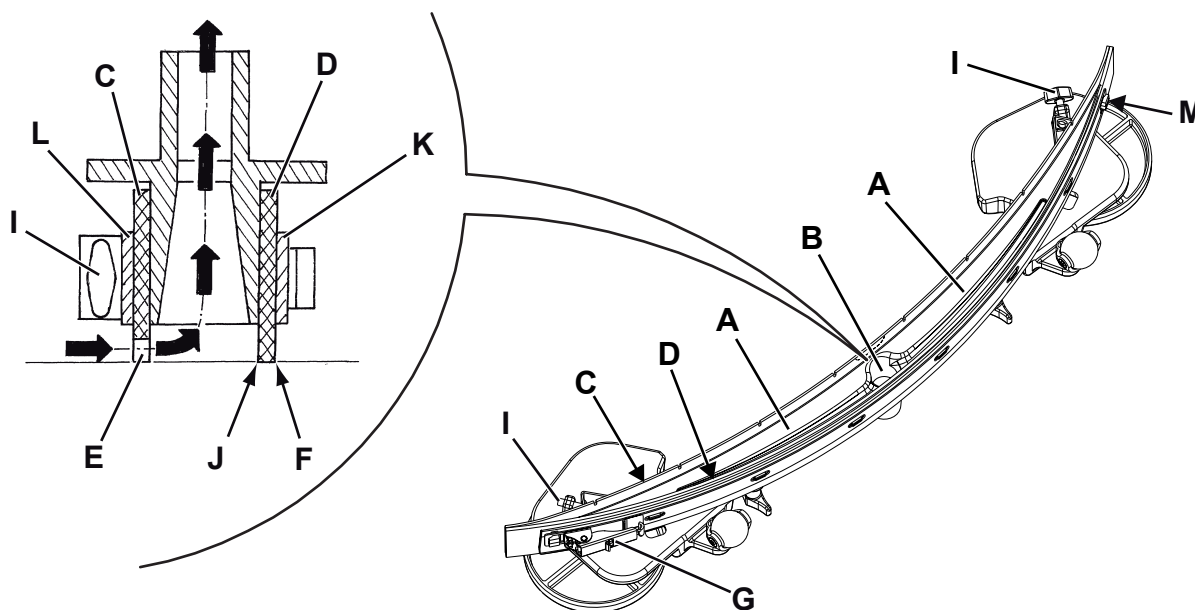

Рис. 6
2. Вставьте ключ зажигания (58) и поверните его в положение «I».
3. Опустите швабру (30), нажав на кнопку (63).
4. Поверните ключ зажигания (58) в положение «0».
5. Отсоедините вакуумный шланг (31) от швабры.
6. Ослабьте маховики (34) и снимите швабру (30).
7. Вымойте и очистите швабру. В частности, очистите отсеки (А, Рис. 6) и отверстие (В). Проверьте целостность переднего (С) и заднего (D) скребков, убедитесь в отсутствии на них разрезов и разрывов; в противном случае замените их.
1. Очистите швабру (рис. 6) как описано в предыдущем абзаце.
2. Убедитесь, что кромка (Е) переднего скребка (С) и кромка (F) заднего скребка (D) установлены на одном и том же уровне по всей длине; в противном случае отрегулируйте их высоту следующим образом:
- Освободите соединительную тягу (G) и фиксатор (M) и отрегулируйте задний скребок (D); затем зацепите фиксатор и установите на место соединительную тягу.
- Ослабьте маховики (I) и отрегулируйте передний скребок (C); затем затяните маховики.
3. Проверьте передний (C) и задний скребки (D) на целостность, наличие порезов и разрывов; если необходимо замените их, как показано ниже. Проверьте, не изношен ли передний угол (J) заднего скребка; в противном случае переверните скребок, чтобы поменять местами изношенный угол с целым. Если и другие углы изношены, замените скребок в следующем порядке:
- Освободите соединительную тягу (G), отцепите фиксатор (M) и снимите фиксирующую полосу (K), затем замените/переверните задний скребок (D).
- Отвинтите маховики (I) и снимите стопорную планку (L), затем замените передний скребок (C).